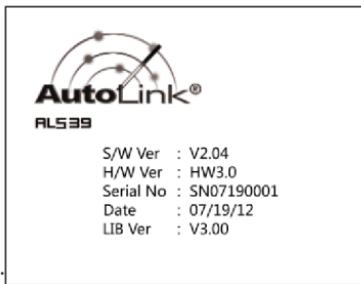

Рис. 3.12
- 2) Просмотреть информацию на экране прибора (рис. 3.12).